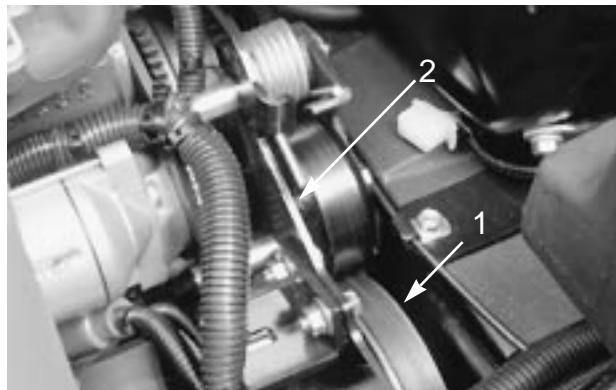

図50
- 2 . スプリングの端部（図50）を押して下げ、さらに前方に押すとスプリングがフックから外れる。